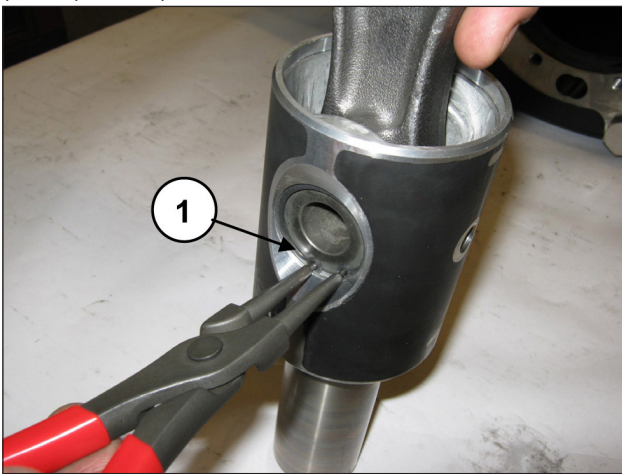
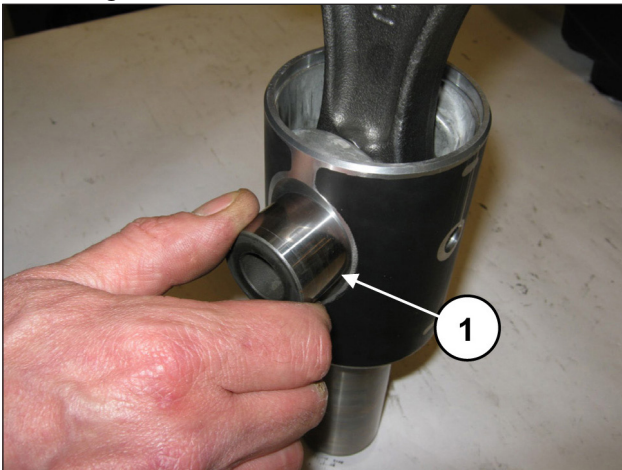
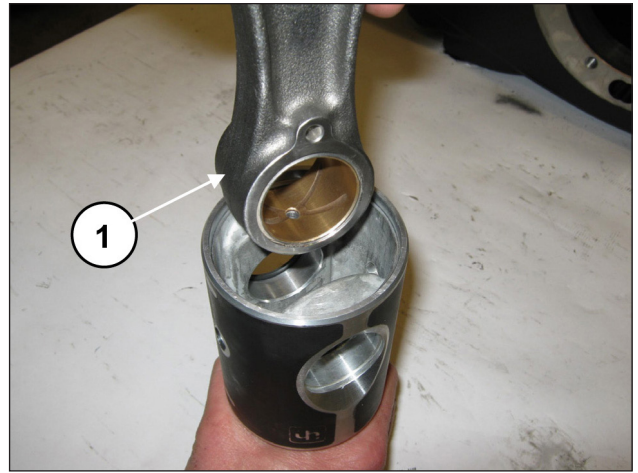

Abb. 39
Abb. 40
Abb. 41
Entfernen Sie die zwei Seegerringe zur Sicherung des Bolzens (Pos. ①, Abb. 39).
Streifen Sie den Bolzen ab (Pos. ①, Abb. 40) und ziehen Sie die Pleuelstange heraus (Pos. ①, Abb. 41).
Setzen Sie die Pleuelstange in die Kolbenführung ein (Pos. ①, Abb. 41) und anschließend den Bolzen (Pos. ①, Abb. 40). Montieren Sie die zwei Seegerringe zur Sicherung (Pos. ①, Abb. 39).